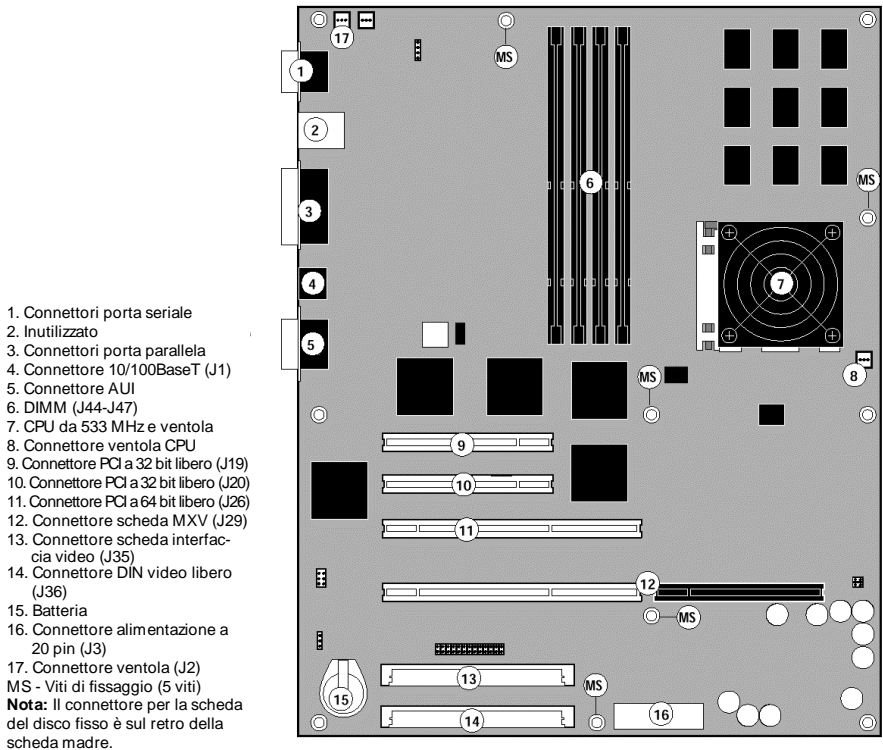

Figura 4-15 Scheda madre del ColorPASS/PS-ZX
3. **Togliere le cinque viti che fissano la scheda madre (la Figura 4-15 a pag. 4-21 mostra la posizione delle viti).**
6. **Inserire le cinque viti per fissare la scheda madre sul telaio, senza avvitare a fondo (per indicazioni sulla posizione delle viti, vedere la Figura 4-15 a pag. 4-21).**
a. Individuare la batteria sulla scheda madre (vedere Figura 4-15 a pag. 4-21, posizione 15).